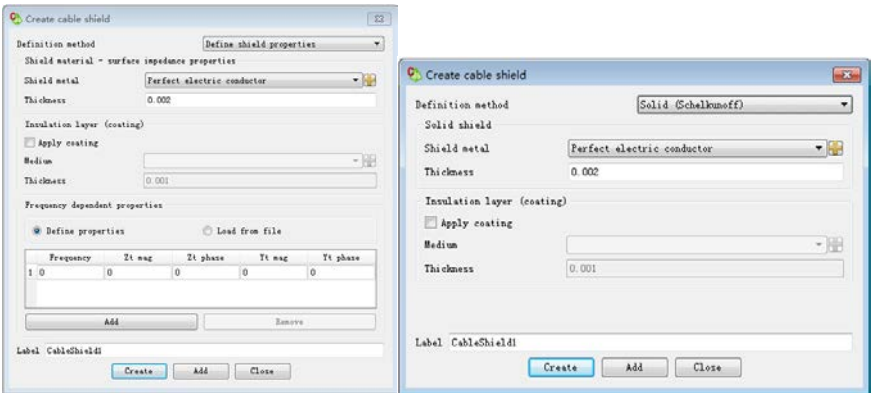
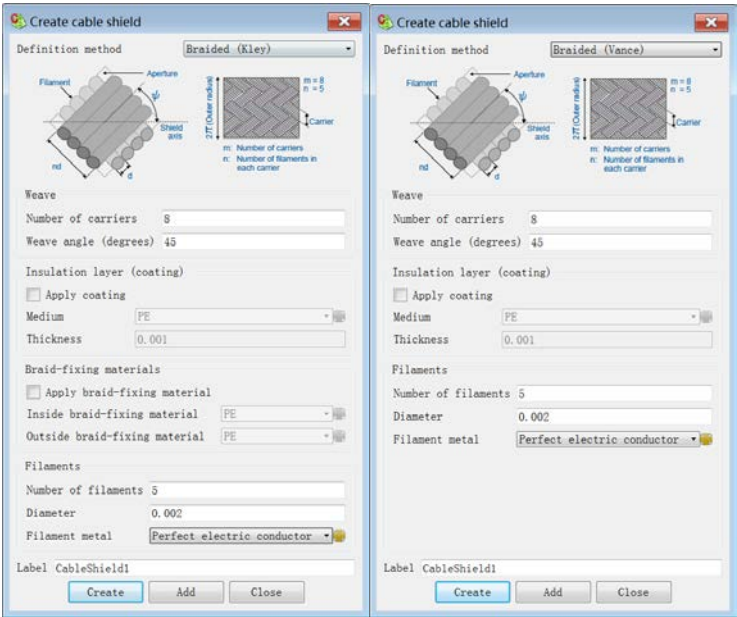

图 8-7 线缆屏蔽层定义
图 8-8 线缆编织网屏蔽层定义界面
- (2) 支持线缆屏蔽层定义（见图 8-7）：实体屏蔽层，编织网屏蔽层（见图 8-8），根据测试数据定义屏蔽层。